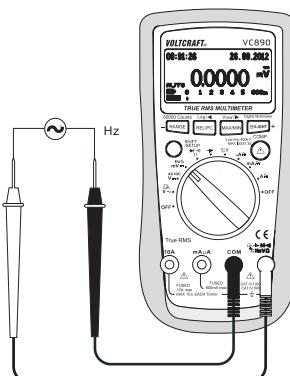

Abb. 4
1. Schalten Sie das DMM ein und wählen den Messbereich „mV Hz %“. Drücken Sie die SHIFT/SETUP-Taste (3) bis im Display „Hz“ erscheint.
2. Stecken Sie die rote Messleitung in die °CHzVΩ-Messbuchse (7), die schwarze Messleitung in die COM-Messbuchse (8) (Abb. 4).